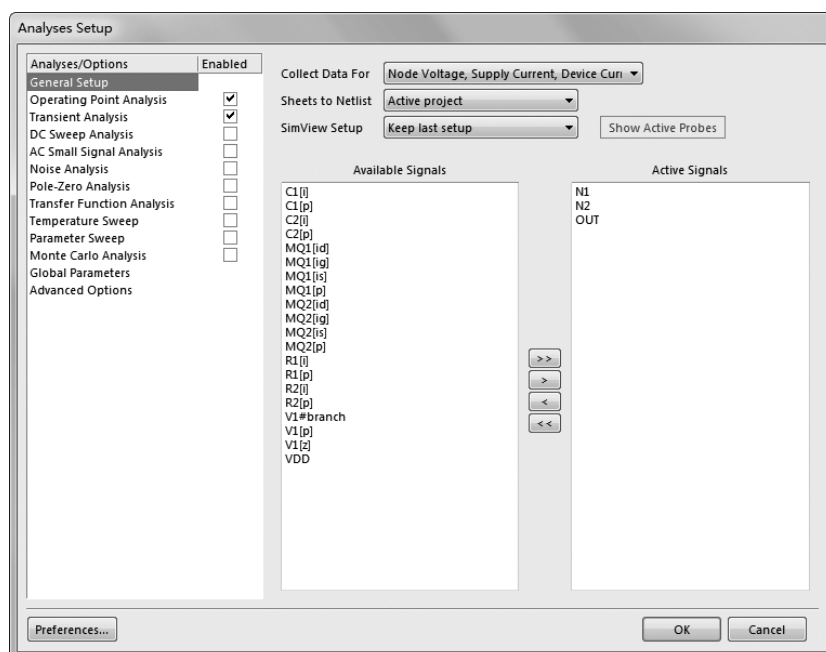

图 12-42 通用参数设置
(1) 选择菜单栏中的“设计”→“仿真”→“Mixed Sim”（混合仿真）命令，打开分析设置对话框。在“General Setup”（通用设置）选项卡中将“Collect Data For”（为了收集数据）栏中设置为“Node Voltage and Supply Current”项。将“Available Signals”（有用的信号）栏中的“N1”、“N2”和“OUT”添加到“Active Signals”（积极的信号）栏中，如图 12-42 所示。